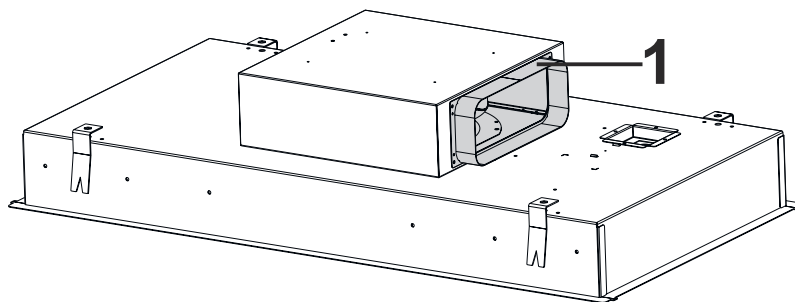

Fig. 13
7. ➔ Tilslut den ene ende af udstødningskanalen til udstødningsrøret over emhætten og den anden ende til loftsemhætten (Fig. 13).